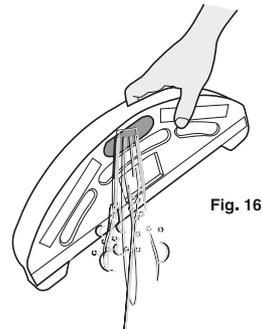

Fig. 16
5. Después de fregar, retire el depósito de agua y la mopa. Abra el tapón de goma y vierta el agua restante del depósito. [Fig. 16]